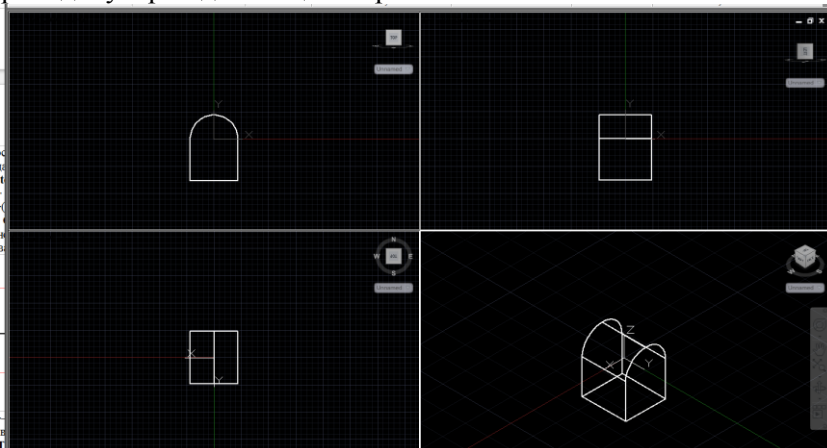

Рисунок 5.8 – Створення базового тіла
5.3.15 На основі замкненого контура створити твердотільний об'єкт шляхом видавлювання на відстань **48** (рис. 5.8):